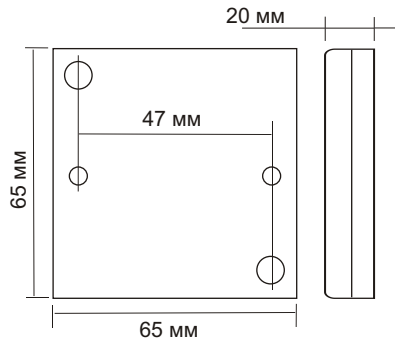

Рис.1 Габаритные размеры корпуса контроллера
2. Разметьте и просверлите отверстия для крепления корпуса контроллера (рис. 1).